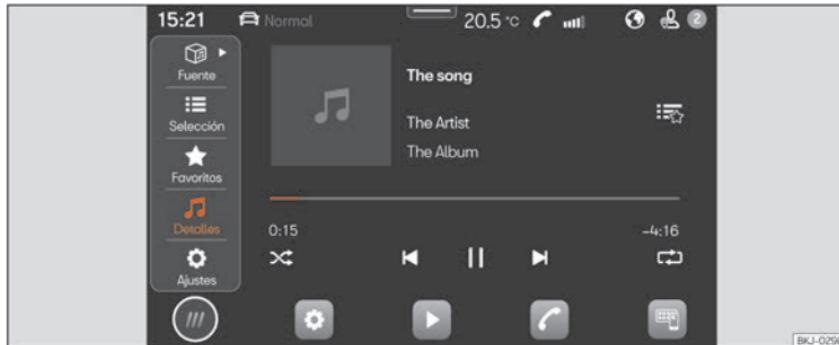

Fig. 130 Representación esquemática: Vista Multimedia
- Pulse **HOME > ▶ > fig. 130**.